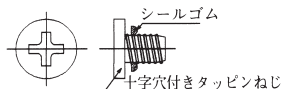

図69 十字穴付き
- (2) 十字穴付きタッピンねじ（図69）にシールゴムが付いていることを確認する。
(2) 切管する所定位置全周にケガキを入れる。挿し口加工の寸法を図69に示す。